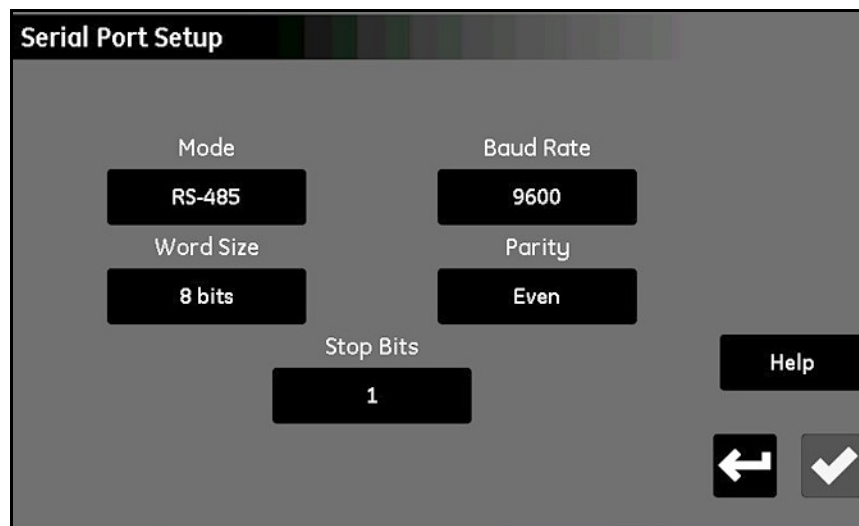

Figura 67: A Tela Configuração de porta serial
1. Na tela *Menu Configuração* (veja a *Figura 52 na página 57*), toque no botão **Porta serial** para abrir uma tela *Configuração de porta serial* semelhante à *Figura 67* abaixo.